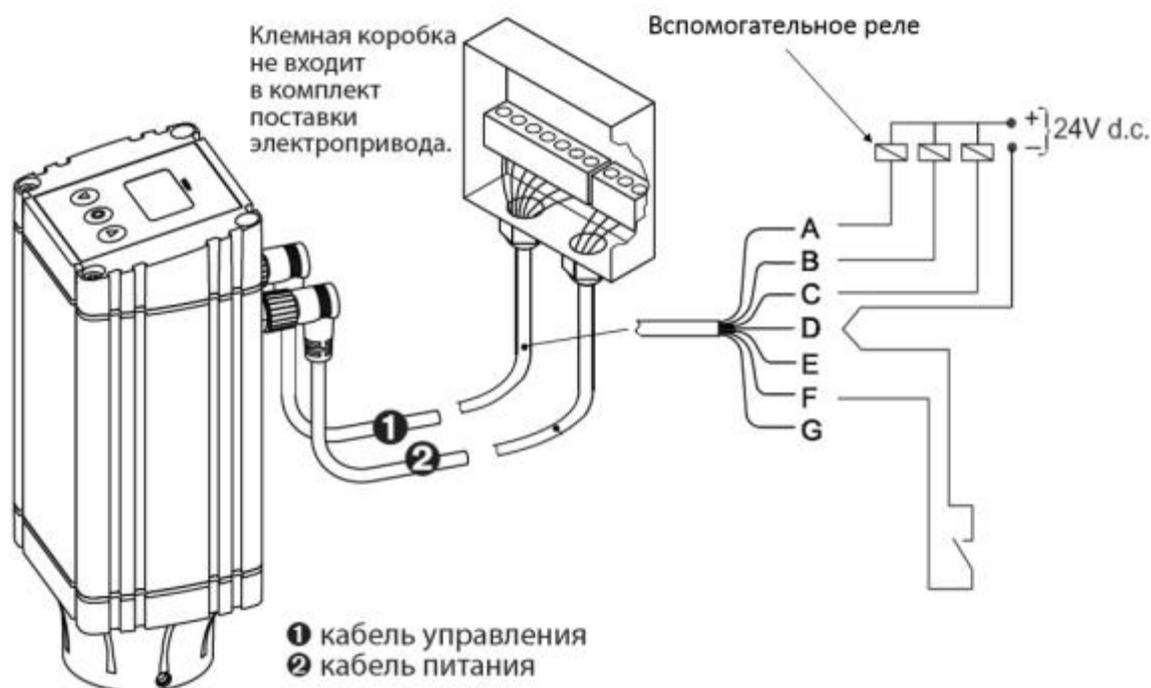

Рис. 6 Дискретный вход\выход для работы в режиме открыт/закрыт
- Подключите цифровые входы (рис. 6) См. Список параметров для конфигурации с цифровыми входными сигналами.